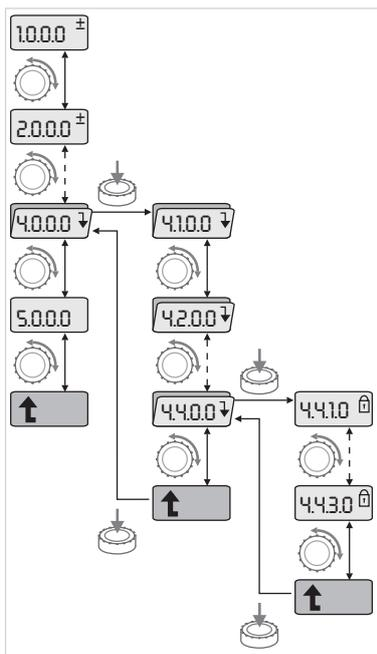

Рис. 33: Пример навигации
- Выполнить общую навигацию в меню следующим образом (пример см. на рис. 33):